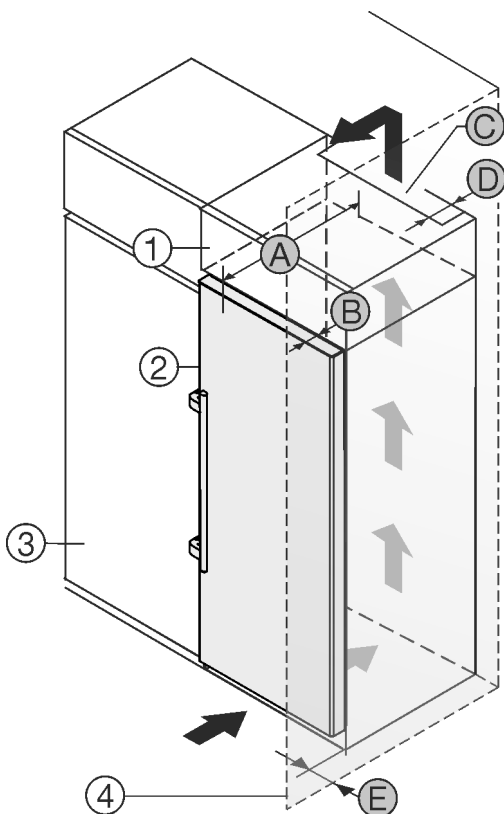

Fig. 2
- (1) Armario superior *
- (2) Aparato *
- (3) Armario de cocina *
- (4) Pared *
- (A) Profundidad del aparato *
- (B) Profundidad de la puerta *
- (C) Sección transversal de ventilación *
- (D) Distancia con respecto a la parte trasera del aparato *
- (E) Distancia con respecto al lateral del aparato *
Puede colocar el electrodoméstico directamente al lado del armario de cocina Fig. 2 (3).*
En la parte trasera del armario superior debe haber una cámara de salida de aire con una profundidad Fig. 2 (D) que abarque toda la anchura del armario.*
Bajo el techo de la estancia debe mantenerse la sección transversal de ventilación Fig. 2 (C).*
Si el electrodoméstico se instala con las bisagras junto a una pared Fig. 2 (4), la distancia entre el electrodoméstico y la pared debe ser de como mínimo 57 mm. Esto equivale al saliente del tirador con la puerta abierta.*
Para poder abrir totalmente la puerta, el electrodoméstico debe sobresalir la profundidad de la puerta Fig. 2 (B) respecto del frente del armario de cocina. El electrodoméstico puede sobresalir más en función de la profundidad de los armarios de cocina Fig. 2 (3) y del uso de distanciadores de pared.*